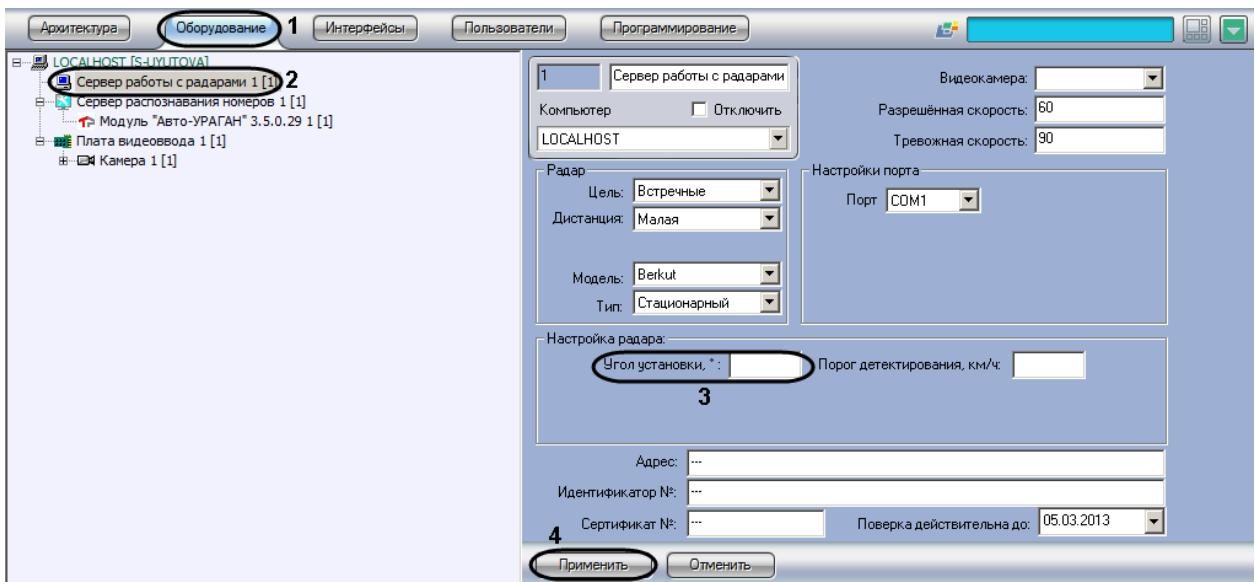

Рис. 7.3—9. Указание угла наклона устройства «Радар» над дорогой
- В дереве объектов на вкладке «Оборудование» выбрать объект «Сервер работы с радарами», соответствующий настраиваемому программному модулю «Радар» (см. Рис. 7.3—9, 2). В правой части вкладки «Оборудование» отобразится панель настройки выбранного объекта.
3. Задать в поле «Угол установки,⁰» угол наклона устройства «Радар» над полосой дорожного движения (см. Рис. 7.3—9, 3).